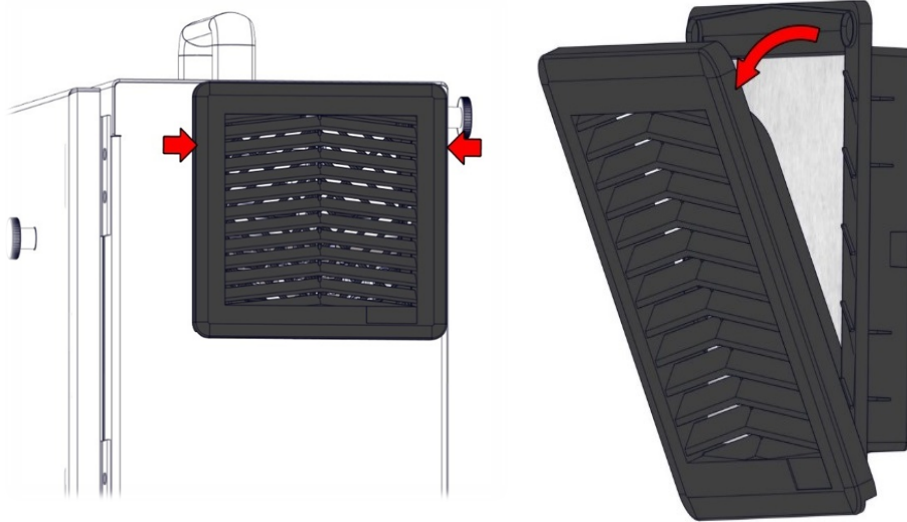

Figure 3.7. Remplacer les filtres du boîtier de commande.
1. Retirez délicatement le cadre en plastique extérieur en tirant là où les flèches rouges sont affichées dans les images ci-dessous dans la figure 3.7. Le cadre s'incline vers l'extérieur.